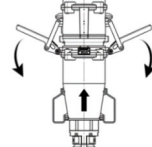

Abb. 10: Verschlusshebel schliessen
3. Beide Verschlusshebel gleichzeitig zum Körper hin ziehen, um die Verschlusshebel zu schliessen (Abb. 10/Pfeile).